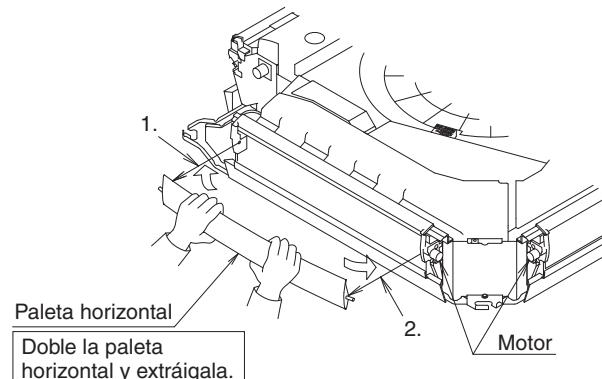
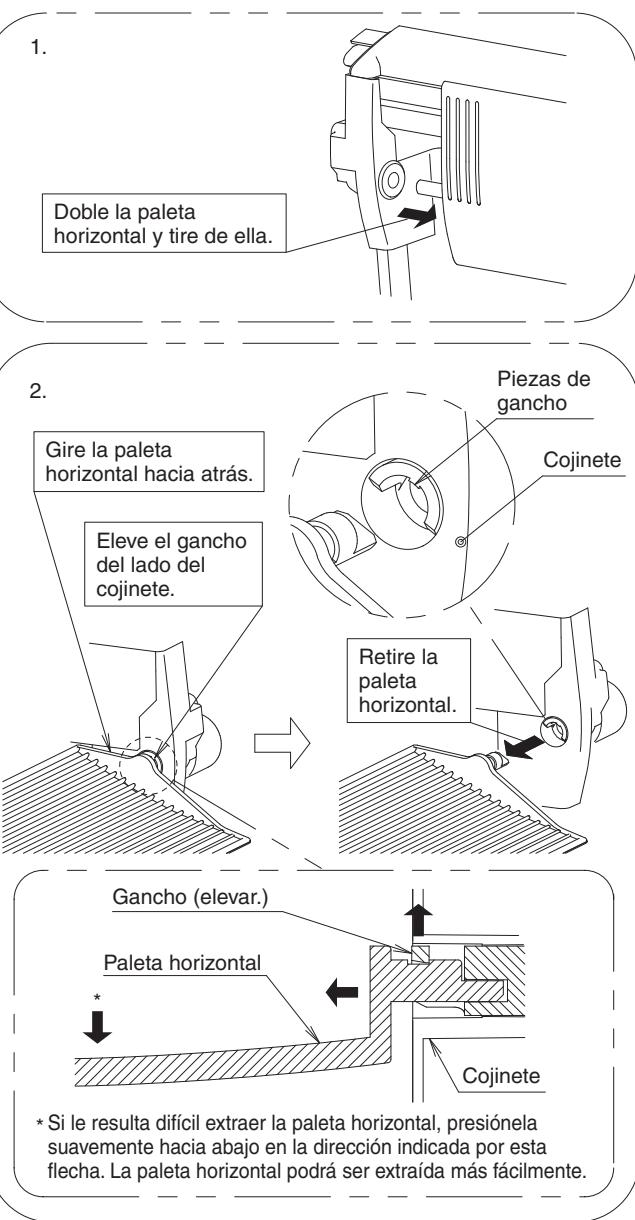

Fig. 10
Fig. 11
(1) Extraiga la paleta horizontal de la salida de aire a bloquear. (Refiérase a la Fig. 10 y Fig. 11)